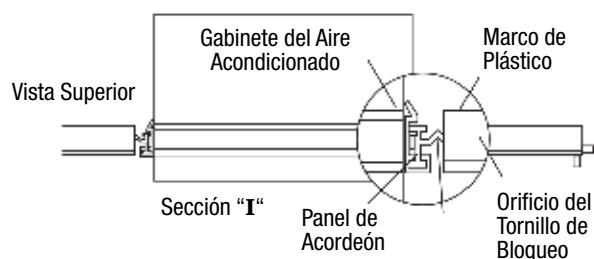

FIG. 10
3. Inserte las patas superior e inferior del marco del panel de acordeón en el canal en el ángulo superior y el riel inferior. (Vea la Fig. 10) Haga esto en ambos lados.
4. Inserte los (2) tornillos de bloqueo de cabeza de arandela de 7/16" en los orificios de la pata superior del marco del panel en acordeón. (Vea el Paso 6 en la página siguiente). No apriete totalmente. Deje que la pata se deslice libremente. Los tornillos se ajustarán después del Paso 6.